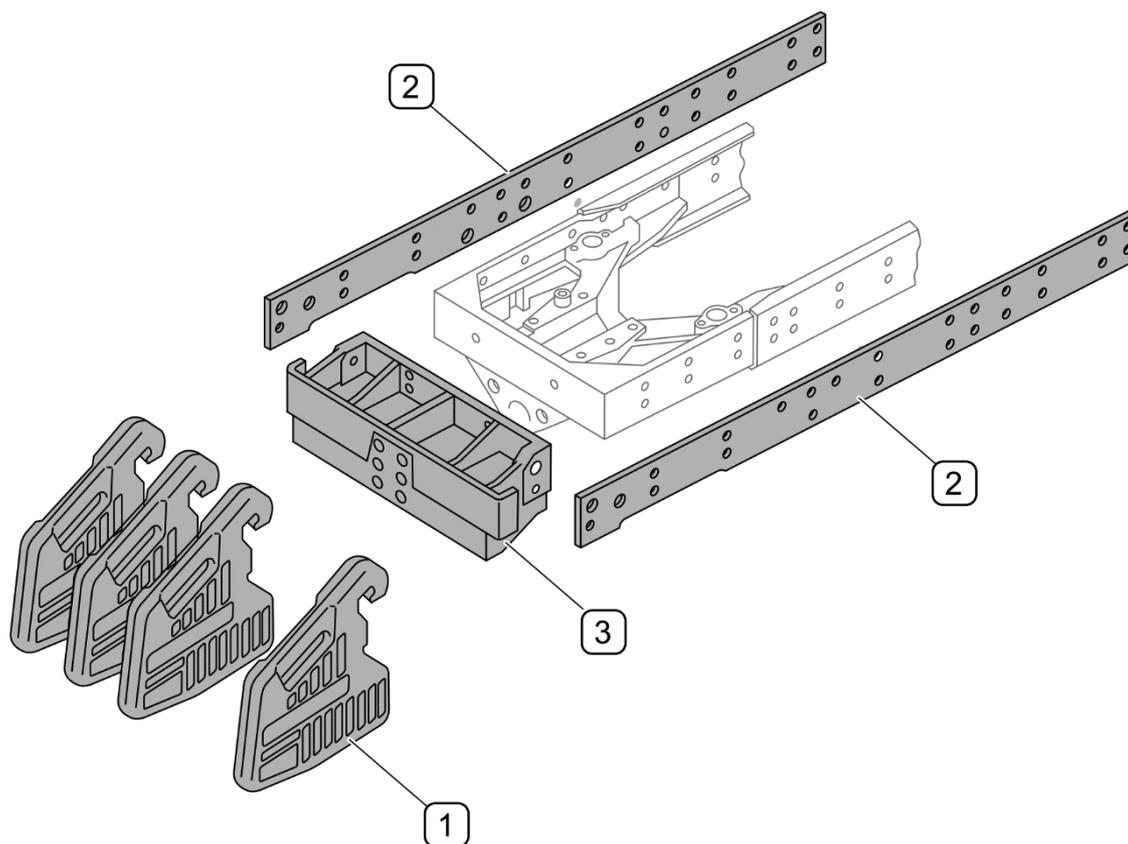

РИСУНОК 4.4 Демонтаж элементов оснащения тракторов перед монтажом несущей рамы снегоотвала (трактора PRONAR и BELARUS)
(1) - передние балластные грузы; (2) - усиливающие планки; (3) - кронштейн для балласта
Перед началом монтажа несущей рамы снегоотвала необходимо демонтировать с трактора передние балластные грузы (1) и боковые усиливающие планки (2). В тракторах с коротким кронштейном переднего моста необходимо также демонтировать кронштейн для балласта (3), (РИСУНОК 4.4).